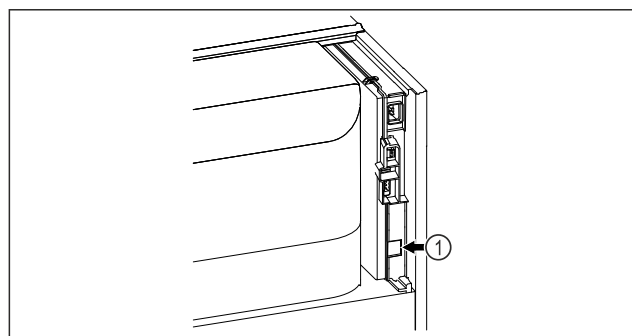

Fig. 135
- SmartModule Fig. 135 (1) è inserito.